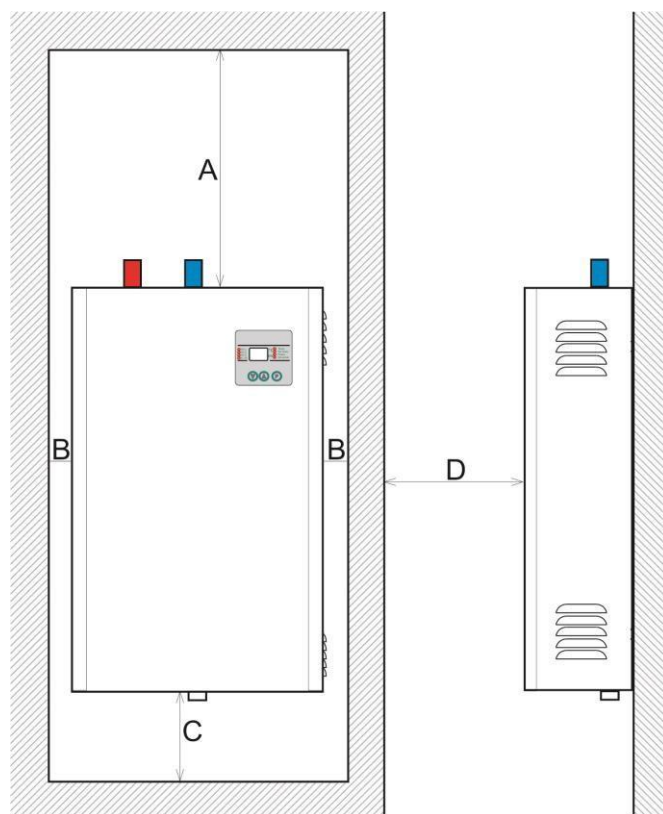

Figura 3: Distanța minimă la montare
- La montarea cazanului pe perete, respectați distanțele indicate în figura 3.
- Desenați pozițiile găurilor care urmează să fie executate pentru kitul de fixare, ținând cont de distanțele minime (figura 3).